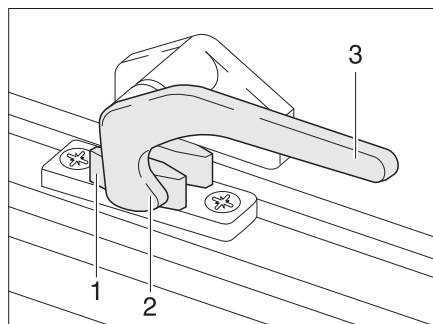

Figure 8 Levier de verrouillage en position "Fermée"
- Tourner le levier de verrouillage (Figure 8,3) d'un quart de tour vers le centre de la fenêtre.
- Tourner le levier de verrouillage (Figure 8,3) d'un quart de tour vers le cadre de la fenêtre. Le tenon de verrouillage (Figure 8,2) se trouve sur le côté intérieur du verrouillage de fenêtre (Figure 8,1).
- Remettre le levier de verrouillage en position initiale. Le tenon de verrouillage (Figure 8,2) doit pénétrer alors dans le logement prévu à cet effet dans le verrouillage de fenêtre (Figure 8,1).